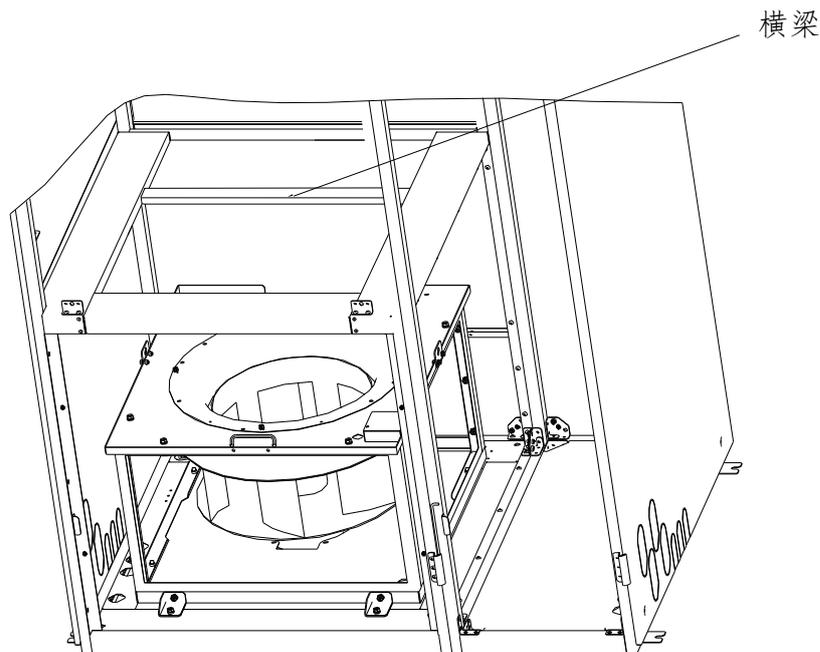

图 3-12 横梁结构示意图
3. MT040-MT050（双系统）系列机型不设挂钩，设有横梁结构（如图 3-12 所示）。